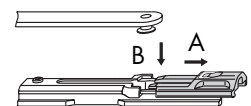

Bild 1
- A** Aushebesicherung des Anschlages (16) zurückschieben (Bild 1).
- B** Fasenkopfniet der Kippflügelschere (17) in die vorgesehene Führung einlegen (Bild 1).